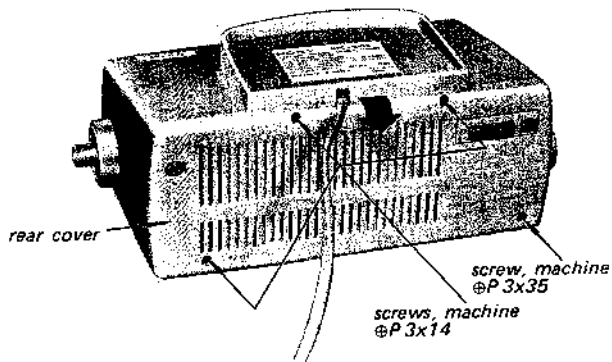

Fig. 2-1.
1. Lösen der 4 Schrauben des rückwärtigen Gehäusedeckels (Fig. 2-1).